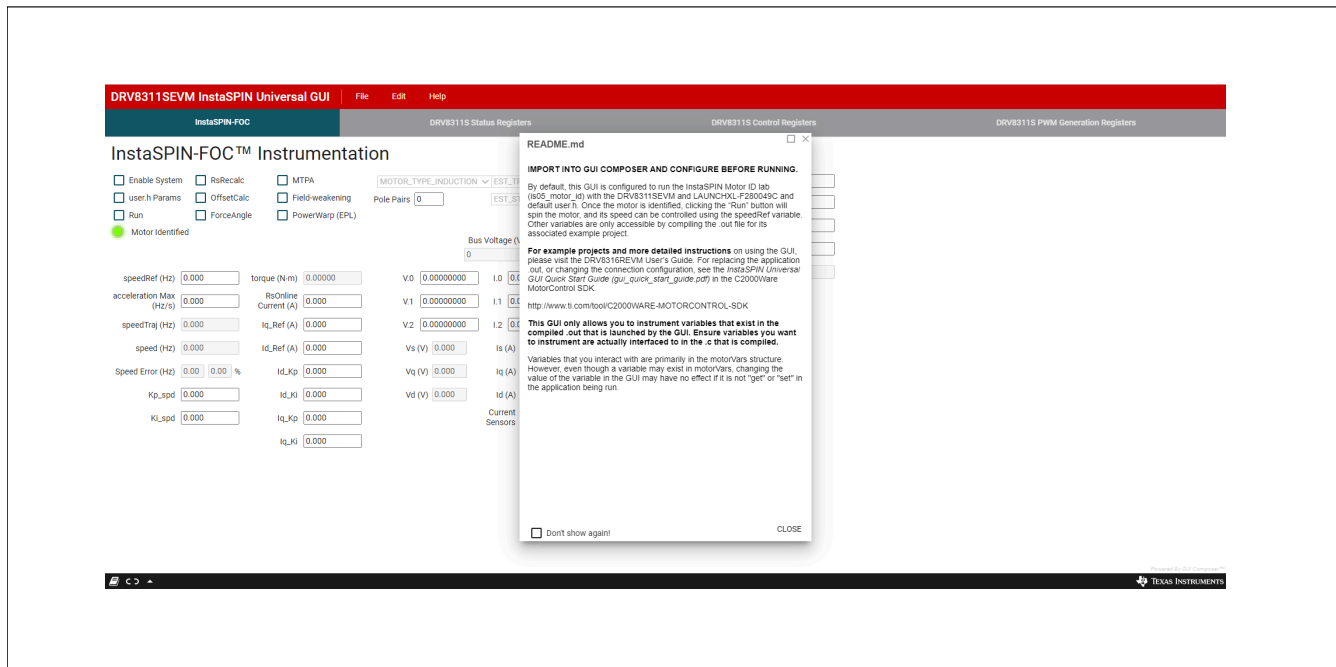
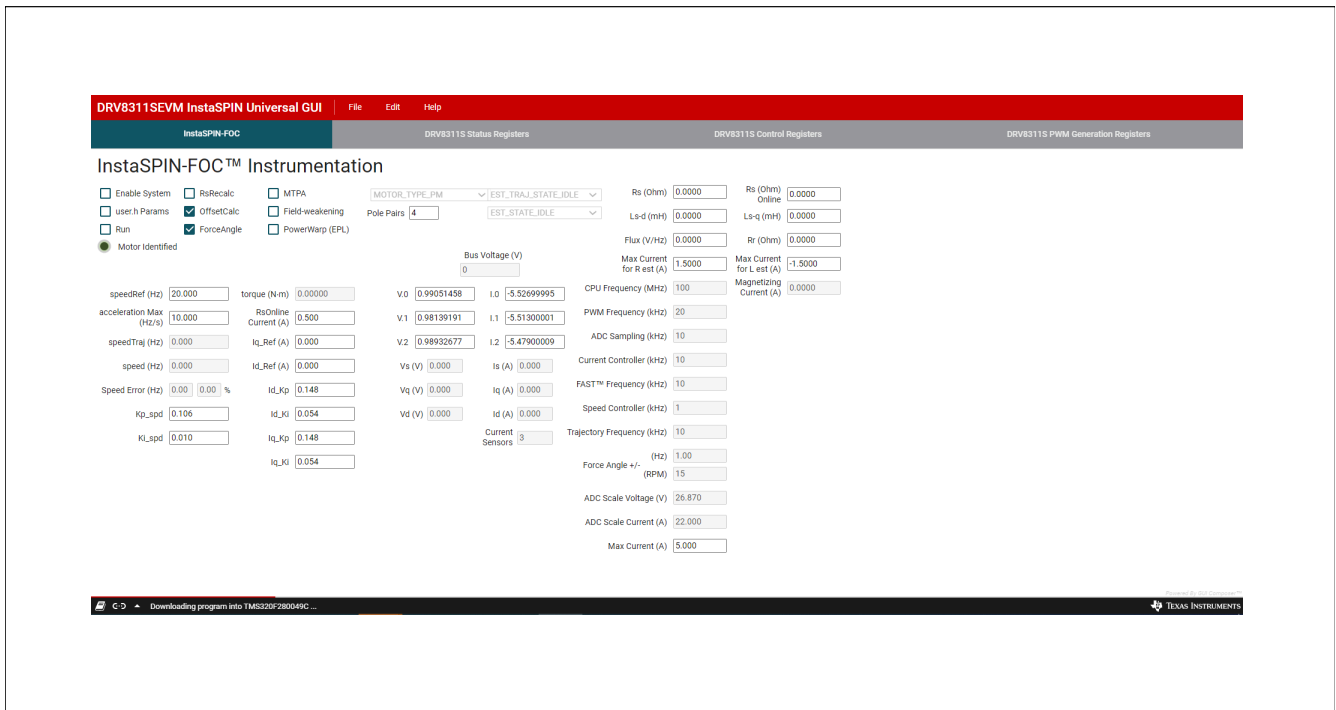

图 6-1. C2000 InstaSPIN Universal GUI 自述文件
图 6-2. C2000 InstaSPIN Universal GUI 下载程序
- 接受图 6-1 中所示的自述文件，并检查屏幕左下角是否显示“Hardware Connected”。连接后，GUI 会将算法刷写到 MCU 中，如图 6-2 所示。